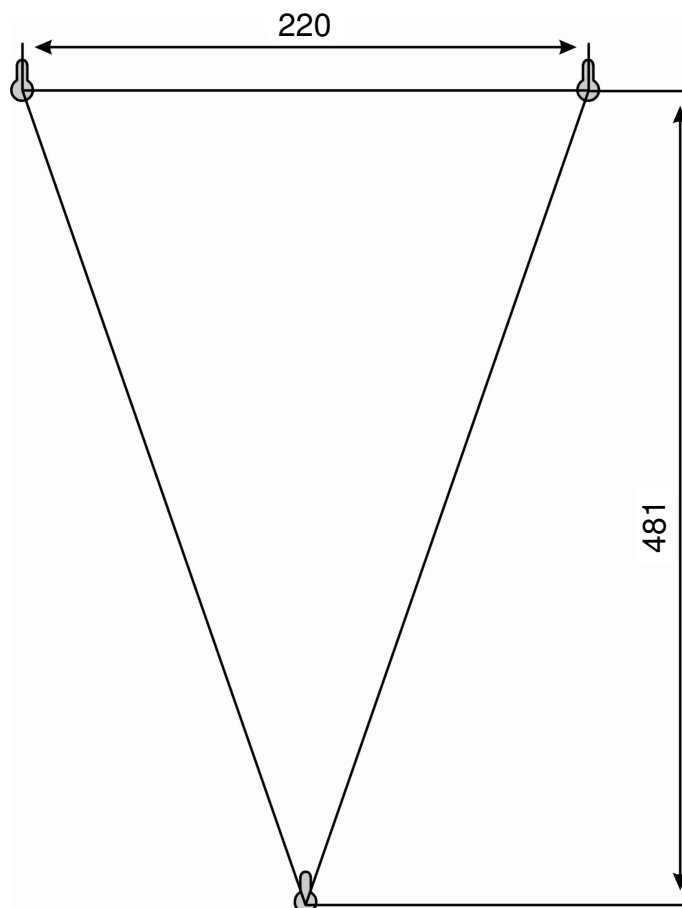

Рисунок 2
- 8.1 В соответствии с рис. 2 разметьте расположение отверстий крепления БРО. Подготовьте отверстия \varnothing 10 мм для установки дюбелей (входят в комплект поставки). Установите дюбеля и закрутите болты крепления таким образом, чтобы была возможность